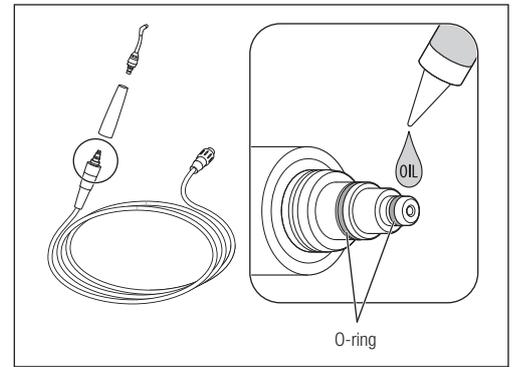

Fig. 45
- 4) Applicare una goccia di olio turbina in dotazione e strofinarlo con il dito (Fig. 45).